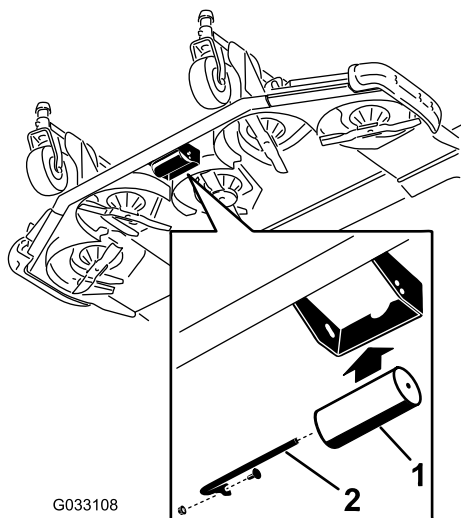

図 42
2. ローラと上穴に合わせてセットし、シャフトをねじとナットで固定する 図 42。